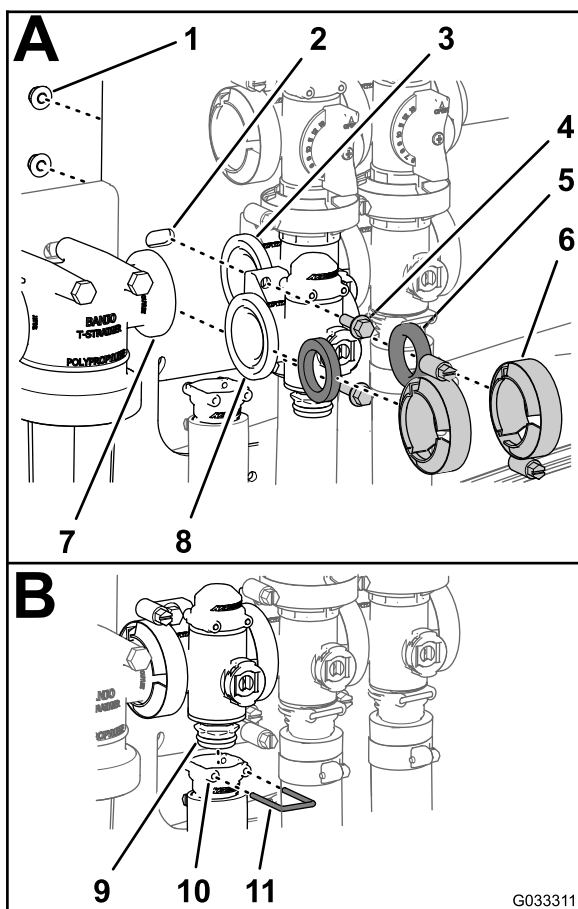

Рисунок 75
фланцевого хомута, затянув его вручную (Рисунок 75А).
5. Присоедините клапан управления нормой внесения к опоре крепления при помощи 2 болтов с фланцевыми головками и 2 фланцевых контргаек (Рисунок 75А), снятых при выполнении действий, описанных в пункте 3 раздела Демонтаж коллектора клапана управления интенсивностью опрыскивания \(страница 71\), и затяните гайку и болт с моментом от 10 до 12 Н·м.
6. Установите выпускной штуцер на штуцер муфты в нижней части коллектора клапана управления нормой внесения (Рисунок 75В).
7. Прикрепите выпускной штуцер к штуцеру муфты, вставив держатель в гнездо выпускного штуцера (Рисунок 75В).
2. Смонтируйте коллектор клапана управления нормой внесения, прокладку и головку фильтра линии нагнетания с помощью фланцевого хомута, затянув его от руки (Рисунок 75А).
3. Установите прокладку между фланцами клапана управления нормой внесения и коллектором клапана перемешивания (Рисунок 75А).